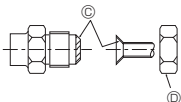

Fig. 5-1
Ⓐ (Fig. 5-1)
Ⓑ (Fig. 5-1)
5.2. Povezovalne cevi (Fig. 5-1)